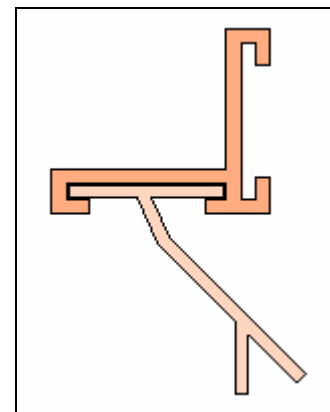

Fig.2
- orientées vers l'extérieur si le cadre est scellé avant l'exécution de la chape (Fig. 2)
- with external direction if the frame is sealed before grouting the screed mortar (Fig. 2)